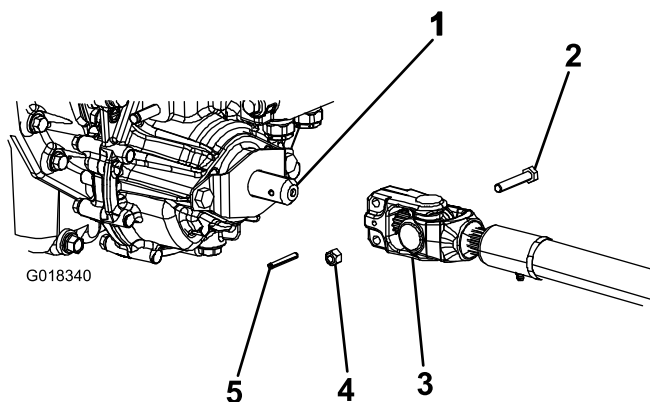

Figura 4
3. Posicione o veio propulsor da tomada de força por baixo da parte frontal da máquina. Certifique-se de que a culatra do eixo do veio propulsor (Figura 4) está virada para o veio da tomada de força da transmissão.